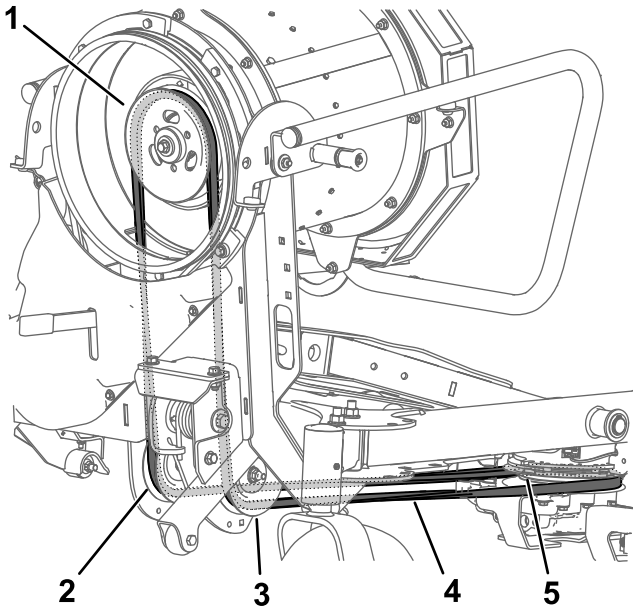

Figure 44
6. Enlevez la courroie de la poulie de ventilateur (Figure 44).
7. Faites descendre la courroie à travers l'adaptateur d'entraînement, puis acheminez-la autour des poulies de tension et de la poulie d'embrayage (Figure 44). Vérifiez que la courroie est correctement chaussée dans les gorges des poulies.